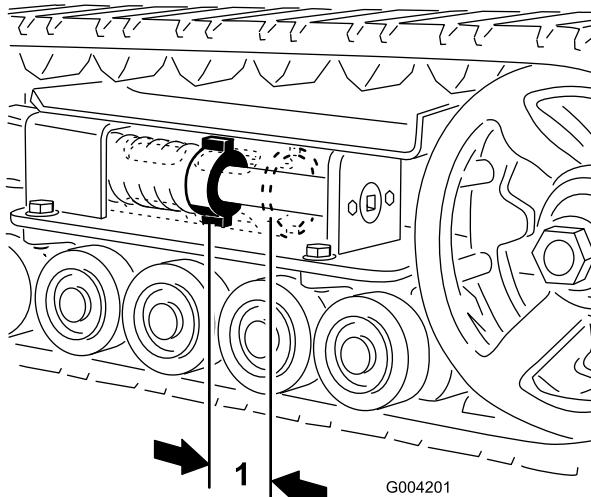

Figura 44
Debe haber una holgura de 7 cm entre la tuerca tensora y la parte de atrás del tubo tensor (Figura 44). Si no es así, ajuste la tensión de las orugas usando el procedimiento siguiente:
5. Usando una llave de carraca de $\frac{1}{2}$ ", gire el tornillo tensor en sentido antihorario hasta que la distancia entre la tuerca tensora y la parte de atrás del tubo tensor (Figura 44) sea de 7 cm.
12. Gire el tornillo tensor en sentido antihorario hasta que la distancia entre la tuerca tensora y la parte de atrás del tubo tensor (Figura 44) sea de 7 cm.
18. Gire el tornillo tensor en sentido antihorario hasta que la distancia entre la tuerca tensora y la parte de atrás del tubo tensor (Figura 44) sea de 7 cm.